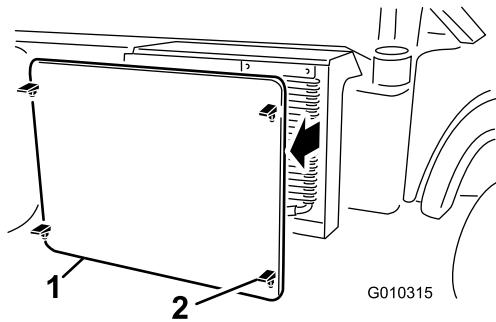

Figura 52
5. Sganciate e togliete la griglia del radiatore dalla parte anteriore del radiatore (**Figura 52**).